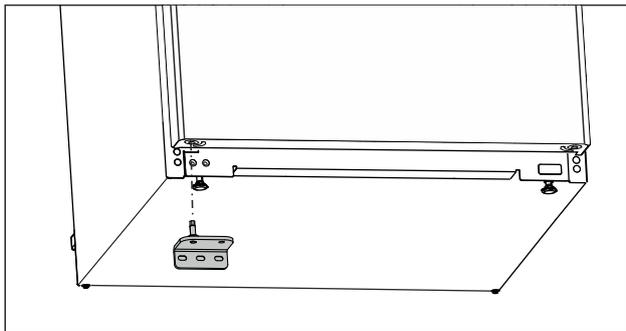

Fig. 25
- ▶ Umetnite donje ležajno postolje na suprotnu stranu. (pogledajte Fig. 25)